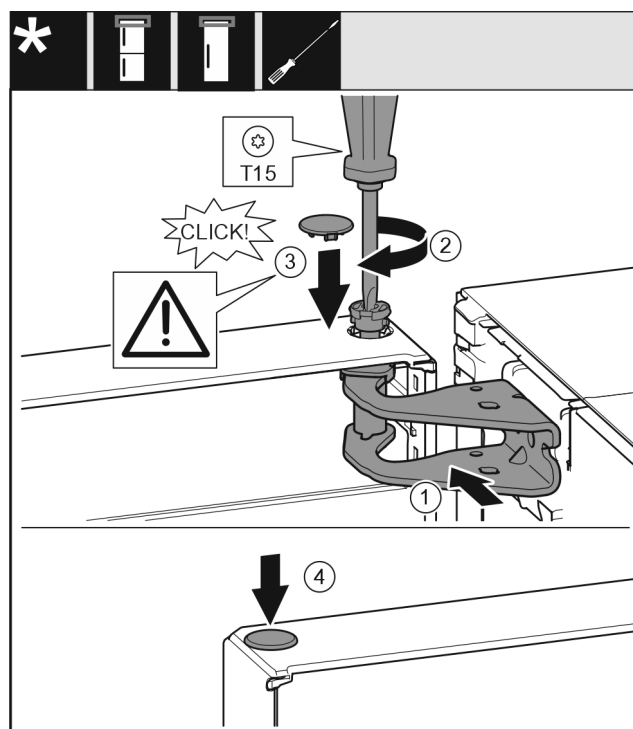

Fig. 19
- ▶ Dveře nahoře vyrovnejte s otvorem ve stojanu ložiska. Fig. 19 (1)
- ▶ Vložte čep a pevně jej utáhněte šroubovákem T15. Fig. 19 (2)
- K zajištění dveří namontujte bezpečnostní kryt: Bezpečnostní kryt nasadte a zkontrolujte, zda přiléhá na dveře. V opačném případě čep zcela zasuňte. Fig. 19 (3)
- Vložte zátku. Fig. 19 (4)